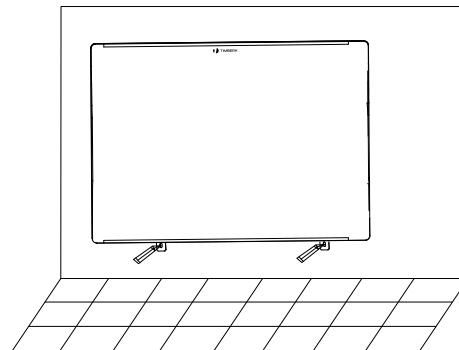

Рис. 6
6. Разместите конвектор на кронштейнах. Поставьте разметку на стекле через отверстия крепежей (см.п. 5), после чего снимите прибор с кронштейнов и просверлите отверстия (диаметр сверла 6 мм), вставьте дюбели (не входят в комплект поставки) (рис. 6).